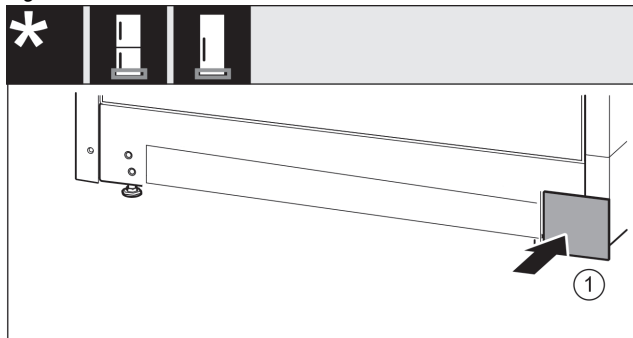

Fig. 18
- Снова установите крышку с другой стороны. Fig. 18 (1)